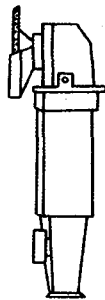

图 1-3 角向磨光机
3) 角向磨光机 角向磨光机的用途是焊接前用以磨削坡口钝边、焊件表面除锈、磨削焊缝接头的突出处以及多层焊时清除层间缺陷。角向磨光机的外形见图 1-3。